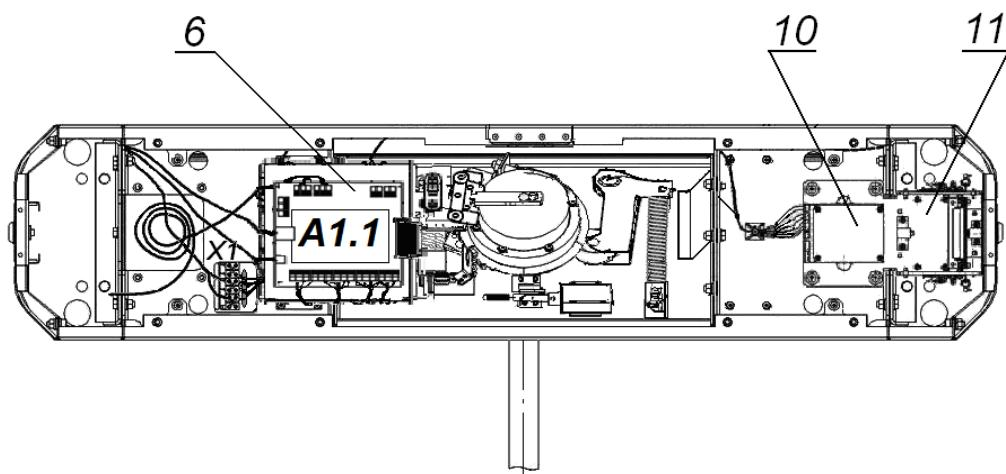

Рисунок 13. Схема прокладки кабелей в стойке ЭП
6. Подготовьте в полу отверстия под гильзы анкеров для крепления стойки ЭП. Установку и крепление стойки производите после прокладки всех кабелей в кабельном канале и внутри стойки. Схема прокладки кабелей в стойке показана на рис. 13.
7. Демонтируйте боковую заглушку (10) и выньте контейнер картоприемника (18), открыв ключом замки (11) и (19).
9. Снимите крышку стойки ЭП (3) (см. разд. 6).
10. Протяните кабели внутри стойки. Рекомендуемое расположение кабелей при прокладке внутри стойки показано на рис. 13.
14. Выполните заземление стойки ЭП в соответствии с требованиями ПУЭ («Правила устройства электроустановок»). Контакт заземления **Z1** (8, рис. 13) находится за боковой заглушкой стойки (10). Для крепления кабеля заземления на контакте используйте гайку M4.
При производстве механизм картоприемника (11, см. рис. 13) установлен со стороны считывателя №1 (A2).
7. Отсоедините кабель картоприемника от платы картоприемника (10, рис. 13).